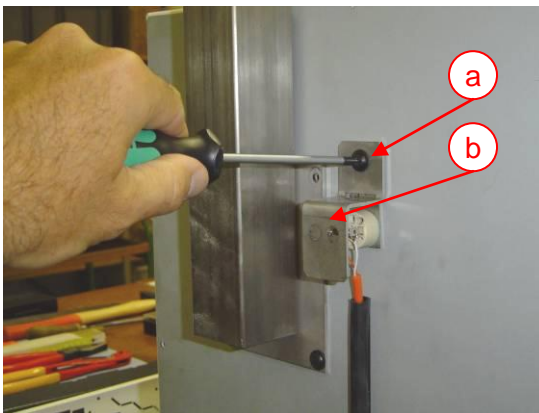

Abb. 20 – Abdeckung Thermoelement
- Schraube (Abb. 20 a) lösen und Schutzblech (Abb. 20 b) abnehmen.
- Schutzblech ansetzen und zusammen mit Thermoelement mittels Schraube (Abb. 20 a) fixieren.